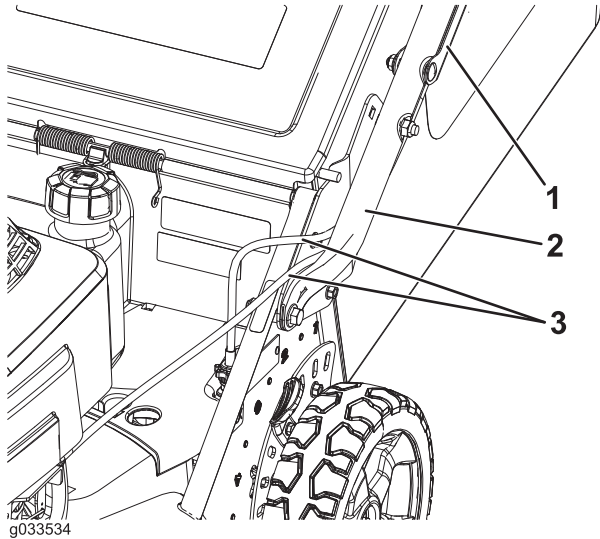

Bild 4
4. Verlegen Sie die Steuerkabel zwischen dem Mähwerk und dem Bügel, damit sie nicht beschädigt werden (**Bild 4**).